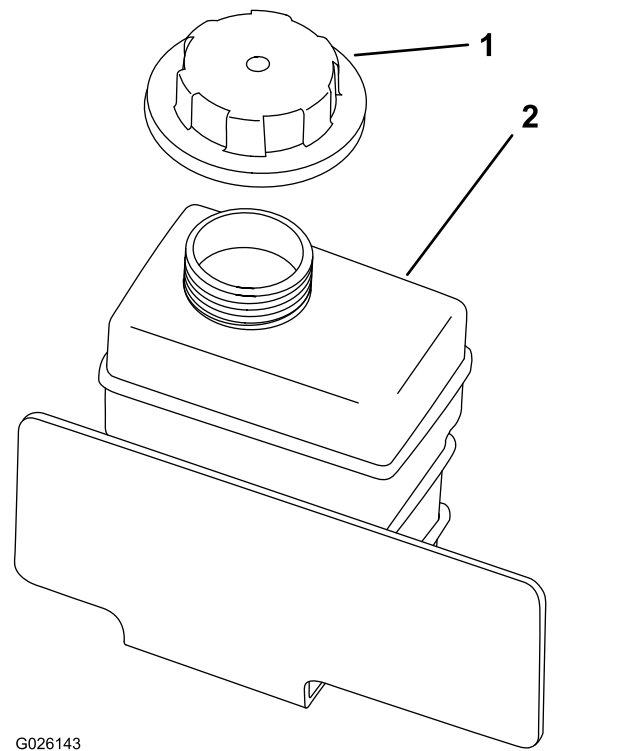

Bild 19
2. Prüfen Sie den Kühlmittelstand im Reservebehälter (Bild 19).